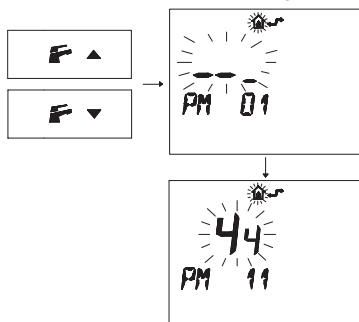

Figura 5.57
- Premere i pulsanti o per visualizzare la programmazione "PM11" della postcircolazione pompa (Figura 5.57).